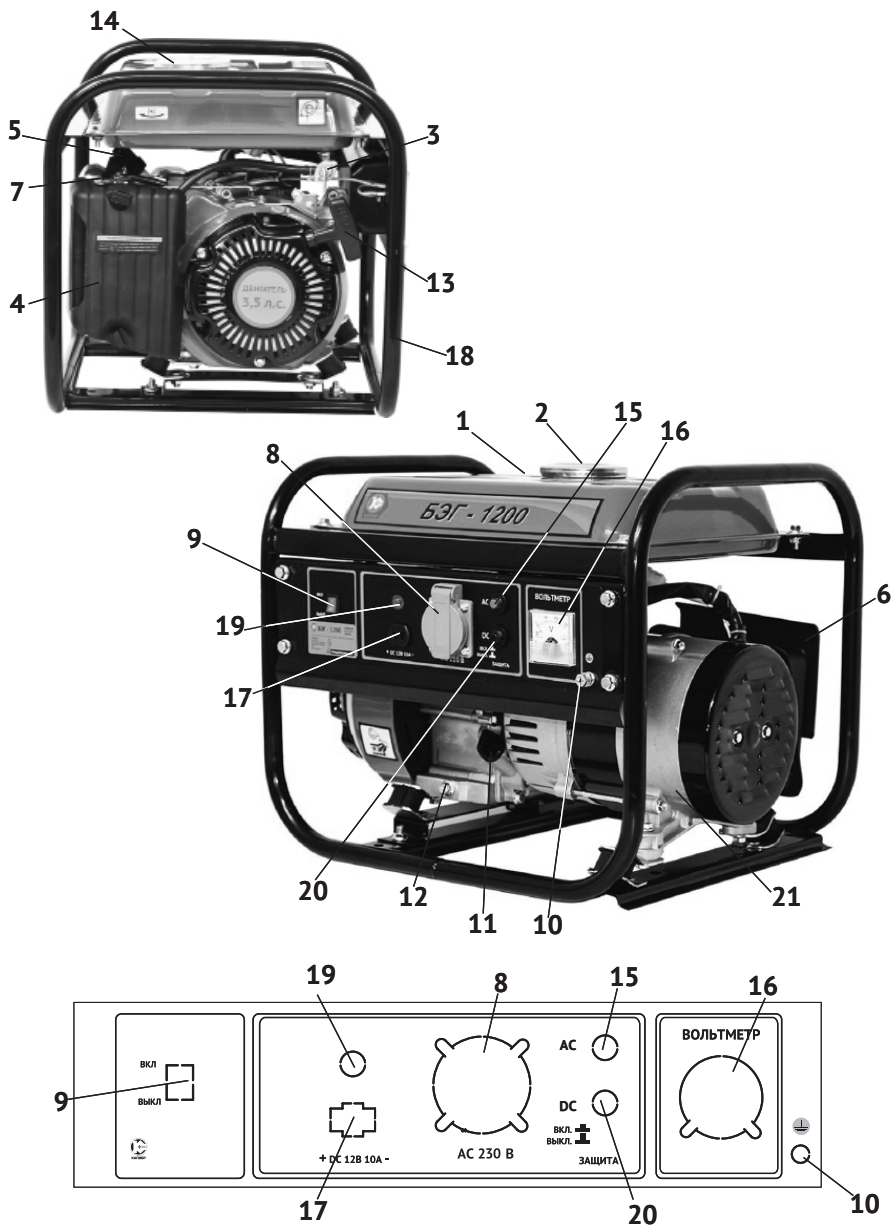

рис. 1
Коленчатый вал, приводимый во вращение возвратно-поступательными движениями поршня двигателя, передаёт крутящий момент на вал якоря генератора. Передача осуществляется через коническое сопряжение ротора генератора и вала двигателя. При этом образуется самоцентрирующаяся трёхопорная схема соединения. С обмоток статора генератора напряжение подводится: через систему стабилизации на розетку переменного тока (рис.1 поз.8); через выпрямительный блок на розетку постоянного тока (рис.1 поз.17).
2.4 Общий вид бензогенератора схематично представлен на рис.1
3.4 Двигатель и генератор закреплены на трубчатой раме (рис.1 поз.18) через амортизаторы, что снижает вибрацию аппарата и уменьшает уровень шума при работе. Все элементы бензогенератора имеют удобный доступ для обслуживания и ремонта.
Электрическая сеть подключения потребителей относится к системе с изолированной нейтралью, предусматривающей защитное заземление открытых токопроводящих частей корпуса. В зависимости от местных условий (состав грунта, его влажность и т.п.) изменяется качество заземления. Во всех случаях защитное заземление должно иметь сопротивление не более 4-х Ом. Во время работы бензогенератора его клемма заземления (рис.1 поз.10) должна быть подсоединена к заземлителю. Практически это требование может быть реализовано следующими способами:
Выкрутите пробку-щуп из маслозаливной горловины (рис.1 поз.11) и залейте в картер масло необходимой марки до нижнего края горловины. Вставьте сухой чистый щуп в горловину картера и выньте его. Проверьте уровень масла: граница смоченной области щупа должна располагаться между отметками минимального и максимального уровней.
5.3.1 Отключить всех потребителей переменного и постоянного тока от генератора. Перевести автоматический выключатель (рис.1 поз.15) в положение «Выкл.» (кнопка отжата).
- перевести выключатель зажигания (рис.1 поз.9) в положение «Вкл.»;
- открыть топливный кран (рис.1 поз.3);
- перевести рычаг воздушной заслонки (рис.1 поз.7) в крайнее левое положение «закрыто» при пуске холодного двигателя (для прогретого двигателя рычаг устанавливается в промежуточном положении);
- медленно потянуть рукоятку стартера (рис.1 поз.13) до появления сопротивления, затем резким движением вытянуть трос на всю длину. Повторите действие ещё раз, если двигатель не завёлся.
После прогрева двигателя в течение 10-40 секунд (в зависимости от начальной температуры), перевести рычаг воздушной заслонки (рис.1 поз.7) в крайнее правое положение «открыто».
- перевести выключатель зажигания (рис.1 поз.9) в положение «ВЫКЛ.»;
- закрыть топливный кран (рис.1 поз.3).
- наличие и величина напряжения переменного тока измеряется вольтметром (рис.1 поз.16);
При перегрузке может сработать защита генератора. Проверьте суммарную мощность подключённого оборудования. Отключите лишнее. Включите автомат защиты, утопив кнопку (рис.1 поз.15) до фиксации.